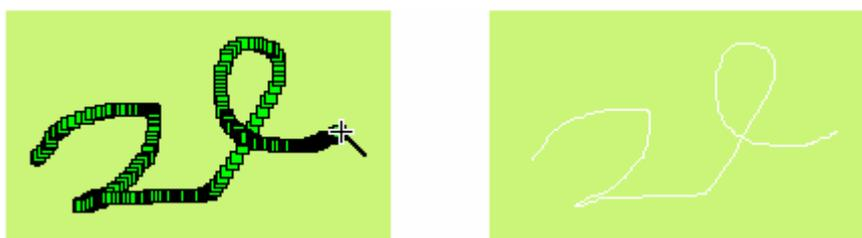

图 4-31 自由曲线操作
- 把鼠标移到画面中的其他位置，此时系统会自动跟随鼠标移动的轨迹绘制出曲线，然后单击鼠标左键或者右键即可完成自由曲线的绘制。如图 4-31 所示：